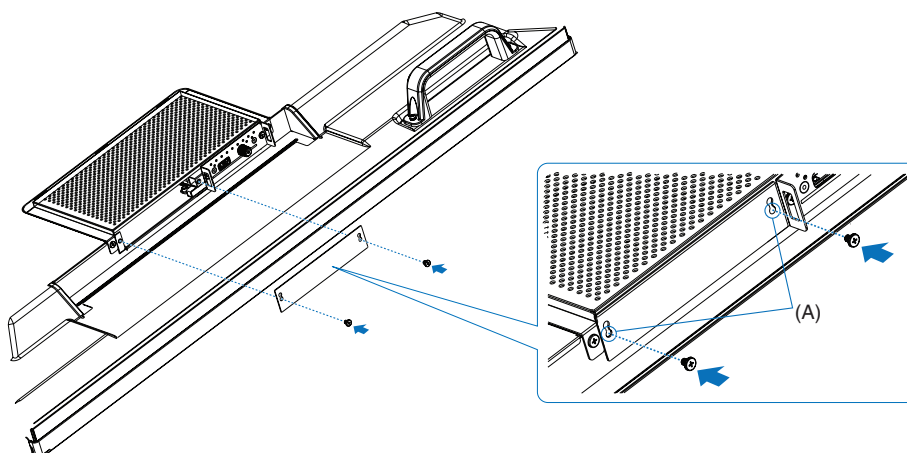

Figure 3
6. Pour fermer l'ouverture du logement que vous n'avez pas utilisé, fixez à nouveau le CACHE DE LOGEMENT (① or ②) à l'aide des vis retirées (voir **Figure 1**). Lorsque vous fixez le CACHE DE LOGEMENT ① ou ②, utilisez les orifices (A) illustrés ci-dessous dans le CACHE DE LOGEMENT (**Figure 3**).